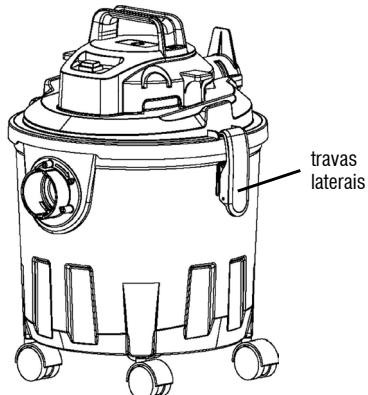
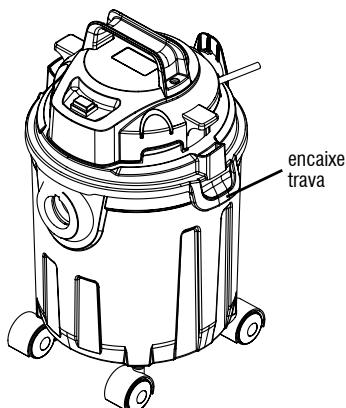

Fig. 11 – Abertura das travas laterais APV 1018 e APV 1230
Fig. 12 – Abertura do encaixe APV 1010
2. Abra as travas laterais nos modelos APV 1018 e APV 1230 (Fig. 11), modelo APV 1010, é um sistema de encaixe (Fig. 12).